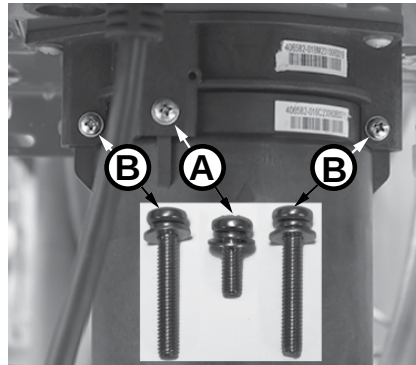

Figura 160 - Identifique los tornillos del cartucho.
6 Ubique los tres (3) tornillos que fijan el cartucho X3®/de derivación, como se muestra en la Figura 160. Retire el tornillo **A** M4-12 mm y los dos tornillos **B** M4-25 mm del cartucho. Deje los tornillos a un lado en un lugar seguro para volver a instalarlos.